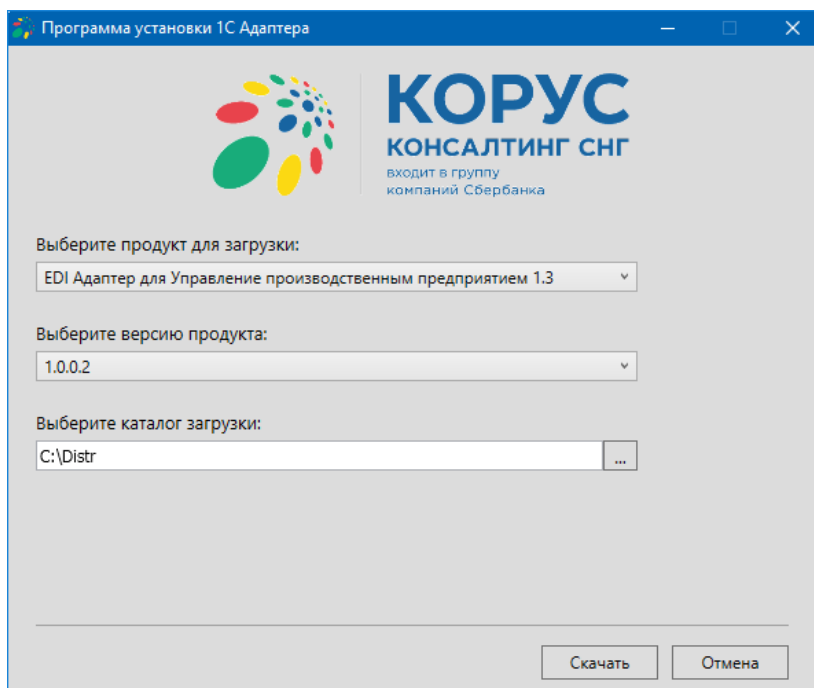

Рисунок 4 – Параметры для скачивания архива адаптера
4. Необходимо выбрать продукт для загрузки, версию и указать путь, куда будет загружен архив адаптера. После заполнения полей нажимается кнопка «Скачать» (рис. 4).